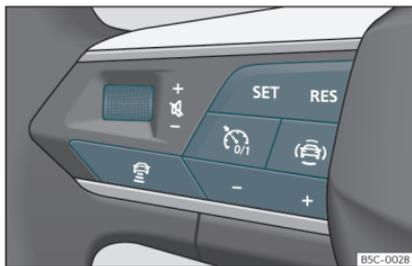

Fig. 161 Sul volante multifunzione: tasti di comando dell'ACC
Il veicolo è dotato di ACC se possiede un menu di configurazione nel sistema di infotainment»» pag. 93, e se hai i tasti della funzione ACC sul volante multifunzione»» fig. 161.
- Per avviare la regolazione premere il tasto **SET**»» **fig. 161**.
Per programmare la velocità premere i tasti + o -»» **fig. 161** fino alla velocità desiderata. La velocità viene regolata secondo intervalli di 10 km/h (5 mph).
- Premere il tasto  e dopo il tasto + o -»» **fig. 161**.